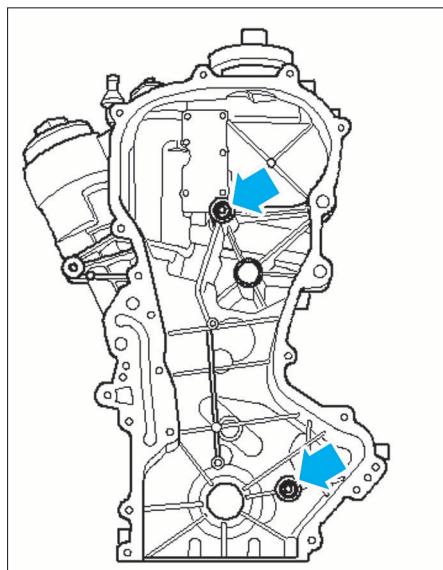

FIG. 21
- poser des joints d'étanchéité neufs (flèches) sur la face arrière du carter de chaîne de distribution (Fig.21).